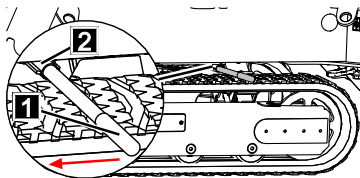

Abb. 99
5. Handhebel (Abb.99/1) in die Verriegelung (Abb.99/2) stecken.
6. Die Verriegelung durch Drücken des Handhebels (Abb.99/1) in Pfeilrichtung lösen.